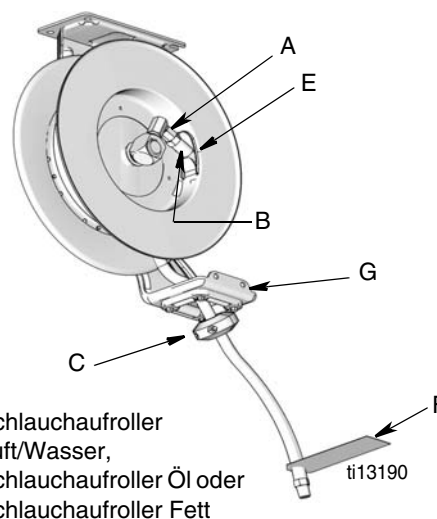

ABB. 12
- Hören Sie auf zu drehen, wenn der Schlauchbogen (A) (ABB. 12) zu sehen ist und der Aufroller sicher eingerastet ist.
7. Führen Sie das Schlauchende (B) durch die Schlauchführung (G) und dann durch das Loch (E) in der Spule (ABB. 12).